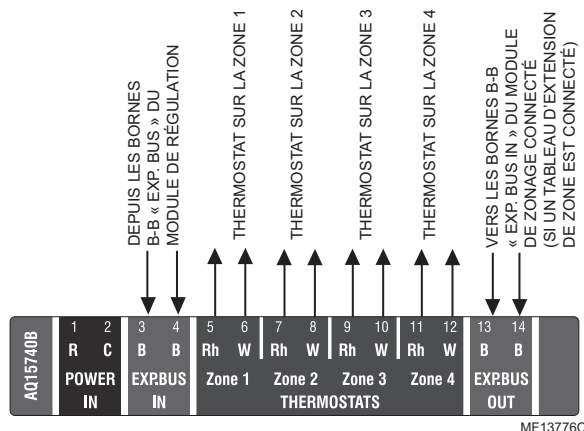

Fig. 9. Connexion de thermostats AQ1000.
1. Utilisez le câble de thermostat basse tension pour connecter un thermostat de chaque zone aux entrées THERMOSTATS Zone X correspondantes en haut du module de zonage (voir la Fig. 9).